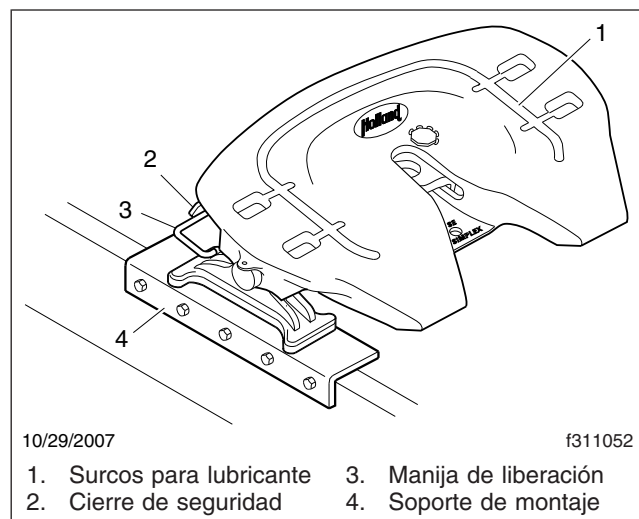

Figura 1, Quinta rueda Holland FWS1
4. Cuando la quinta rueda está cerrada, el seguro debe moverse sin obstrucción y caer libremente a su lugar. Vea la Figura 1.